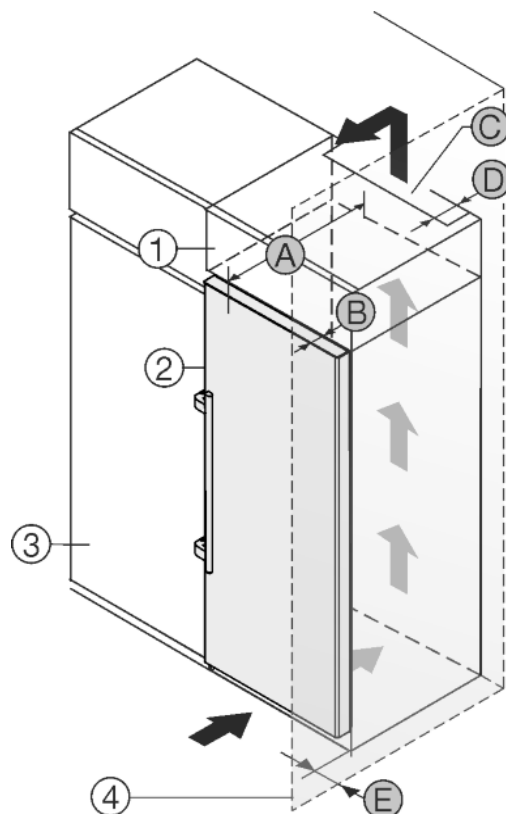

Fig. 28
L'appareil peut être réagencé avec des buffets de cuisine. Pour adapter l'appareil Fig. 28 (2) à la hauteur du coin cuisine, une rehausse Fig. 28 (1) peut être posée sur l'appareil.
L'appareil peut être installé directement à côté du buffet de cuisine *Fig. 28 (3)*. Pour pouvoir ouvrir complètement les portes, l'appareil doit déborder de la profondeur *Fig. 28 (B)* par rapport à la façade du buffet. L'appareil peut déborder encore plus en fonction de la profondeur des buffets et de l'utilisation de cales d'épaisseur.
- Une sortie d'air avec la profondeur *Fig. 28 (D)* doit être présente au dos de la rehausse sur toute sa largeur.
- La section de ventilation *Fig. 28 (C)* sous plafond doit être respectée.
Si l'appareil avec les charnières est installé près d'une paroi *Fig. 28 (4)*, la distance *Fig. 28 (E)* entre l'appareil et la paroi doit être respectée. Ceci correspond à la saillie de la poignée avec la porte ouverte.